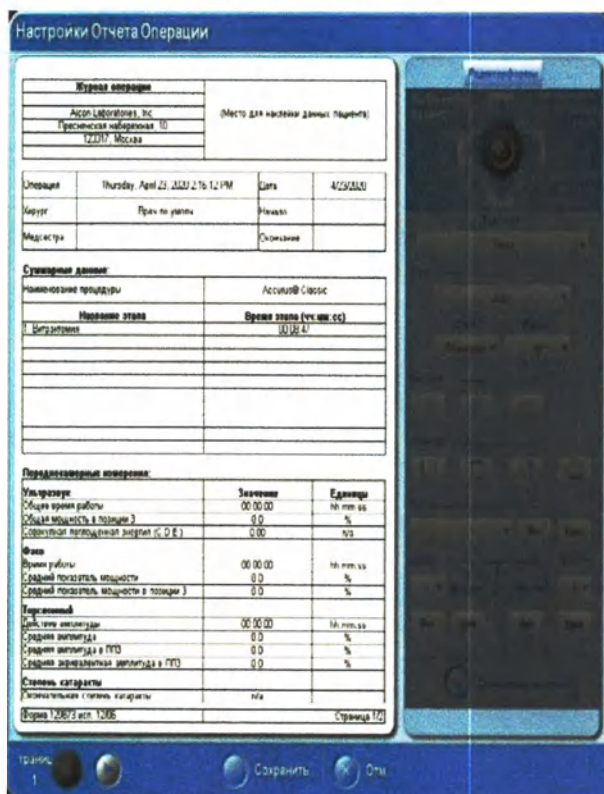

Рисунок 2-100 **Отчет: Меню настройки отчета операции**
3. Чтобы вписать в ячейку статический текст, нажмите клавишу «Редактировать» (смотрите Рисунок 2-100). После ее нажатия, появится всплывающая клавиатура, позволяющая пользователю ввести текст.